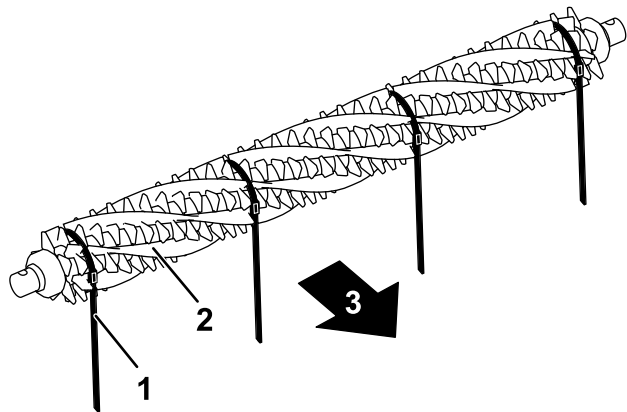

Figura 19
3. Desde un lado del molinete del groomer, deslice un cepillo en cada ranura alrededor de toda la longitud del molinete del groomer (Figura 19).
Importante: Pase las cintas alrededor del conjunto de cuchillas y cepillos del groomer en la dirección de rotación principal. La Figura 19 muestra las cintas instaladas para la rotación hacia adelante.